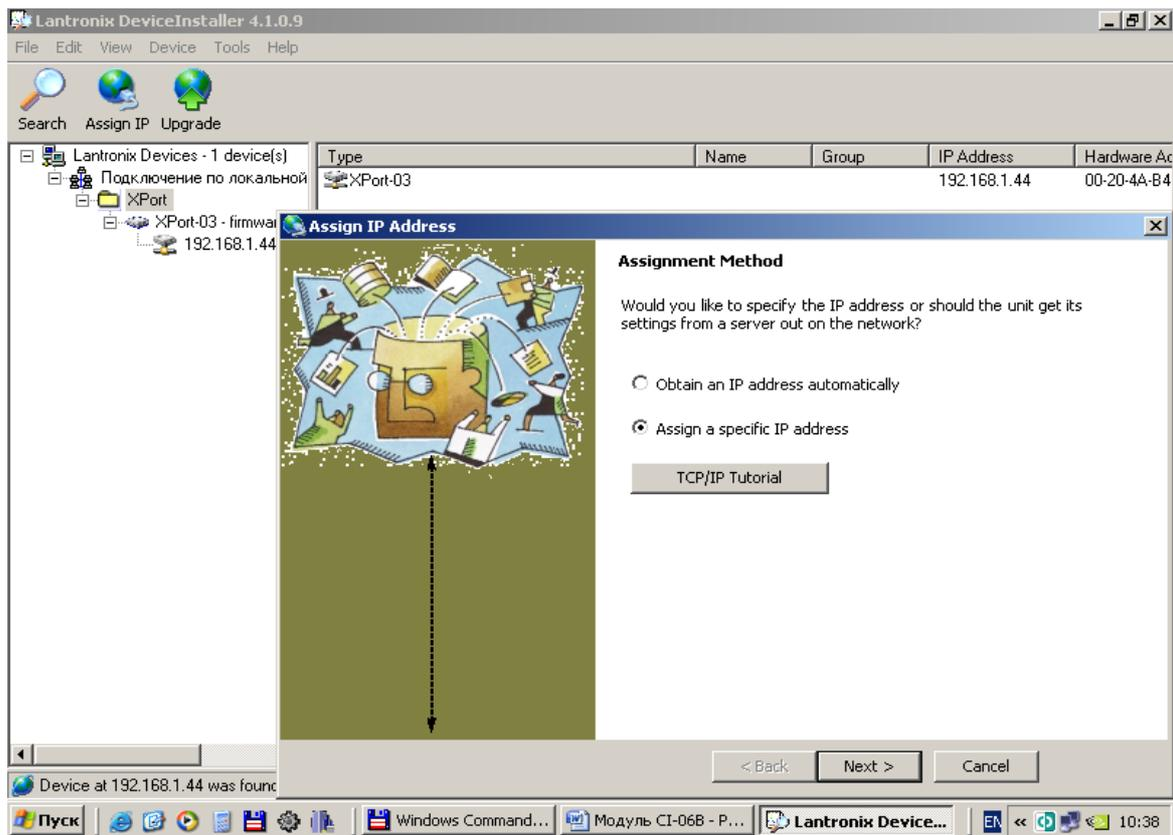

Рис. 2. Выбор метода задания IP-адреса
2) В появившемся диалоговом окне «Assignment Method» выбрать пункт «Assign a specific IP address» и нажать кнопку «Next» (рис. 2).